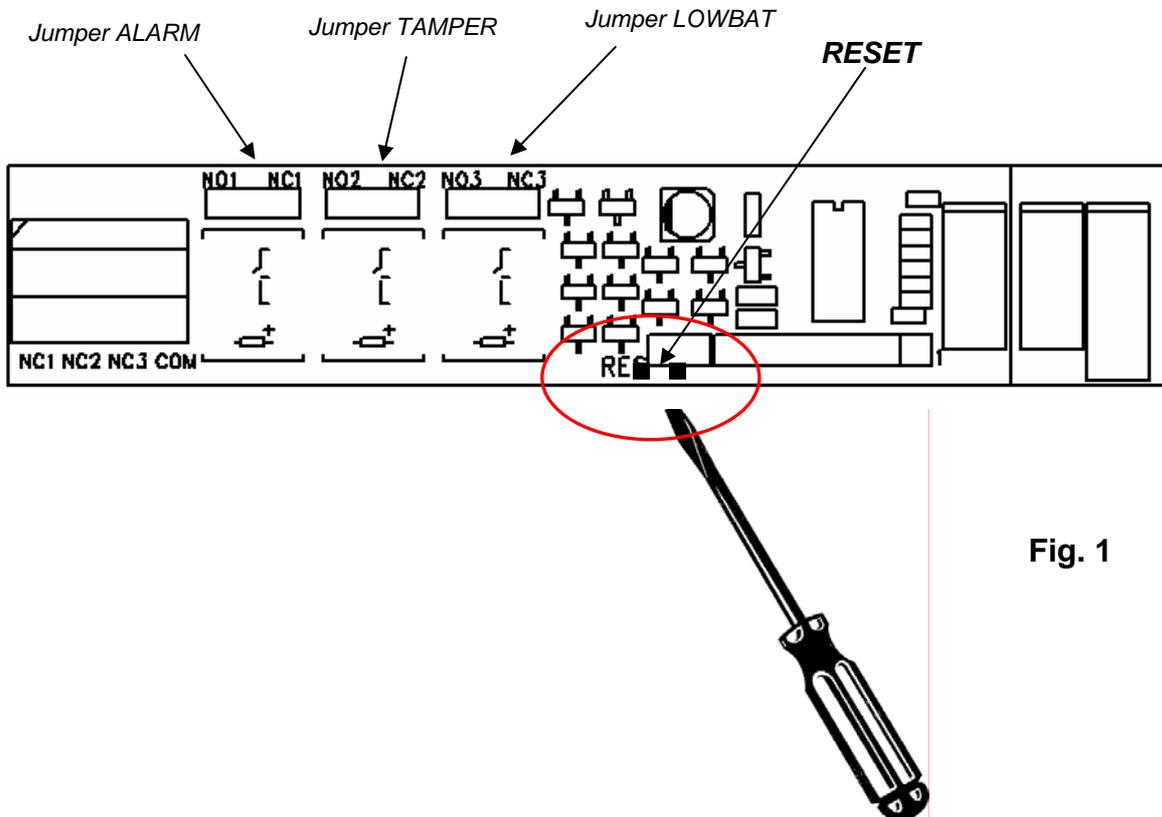

Fig. 1
**NC1 - COM** : contatto di INTRUSIONE NC o NO. Il contatto è normalmente chiuso se il jumper ALARM è in posizione “NC1”, normalmente aperto se è in posizione “NO1” (v. fig. 1).
Il contatto è normalmente chiuso se il jumper TAMPER in è posizione “NC2”, normalmente aperto se il jumper è in posizione “NO2” (v. fig. 1).
Il contatto è normalmente chiuso se il jumper LOWBAT in è posizione “NC3”, normalmente aperto se il jumper è in posizione “NO3” (v. fig. 1).
The contact is normally closed with ALARM jumper set to “NC1”, normally open with ALARM jumper set to “NO1” (see. Fig. 1).
The contact is normally closed with TAMPER jumper set to “NC2”, normally open with TAMPER jumper set to “NO2” (see. Fig. 1).
The contact is normally closed with LOWBAT jumper set to “NC3”, normally open with LOWBAT jumper set to “NO3” (see. Fig. 1).
**To perform the RESET, briefly short circuit the two pins shown in the figure 1 with a screwdriver or with a jumper.**
**NC1 - COM**: contact d'INTRUSION NC ou NO. Le contact est normalement fermé si le cavalier ALARM est en position "NC1", normalement ouvert s'il est en position "NO1" (v. fig. 1).
Le contact est normalement fermé si le cavalier TAMPER in est en position "NC2", normalement ouvert si le cavalier est en position "NO2" (v. fig. 1).
Le contact est normalement fermé si le cavalier LOWBAT in est en position "NC3", normalement ouvert si le cavalier est en position "NO3" (v. fig. 1).
**Pour faire le RESET, court-circuiter brièvement les deux broches indiquées dans la Figure 1 avec un tournevis ou avec un cavalier.**
**NC1 - COM**: NC oder NO Eingang EINDRINGEN. Der Kontakt ist normalerweise geschlossen, wenn der Jumper ALARM in der Position "NC1" steht und normalerweise geöffnet, wenn der Jumper ALARM in der Position "NO1" steht (Abb. 1).
Der Kontakt ist normalerweise geschlossen, wenn der Jumper TAMPER in der Position "NC2" steht und normalerweise geöffnet, wenn der Jumper ALARM in der Position "NO2" steht (Abb. 1).
Der Kontakt ist normalerweise geschlossen, wenn der Jumper LOWBAT in der Position "NC3" steht und normalerweise geöffnet, wenn der Jumper LOWBAT in der Position "NO3" steht (Abb. 1).
**Schließen Sie zur Durchführung des RESET die beiden in der Abbildung 1 bezeichneten Pins kurz mit einem Schraubenzieher oder einem Jumper kurz.**
**NC1 - COM:** contacto de INTRUSIÓN NC o NA. El contacto es normalmente cerrado si el puente ALARM está en posición "NC1" y normalmente abierto si está en posición "NO1" (v. fig. 1).
El contacto es normalmente cerrado si el puente TAMPER está en posición "NC2" y normalmente abierto si está en posición "NO2" (v. fig. 1).
El contacto es normalmente cerrado si el puente LOWBAT está en posición "NC3" y normalmente abierto si está en posición "NO3" (v. fig. 1).